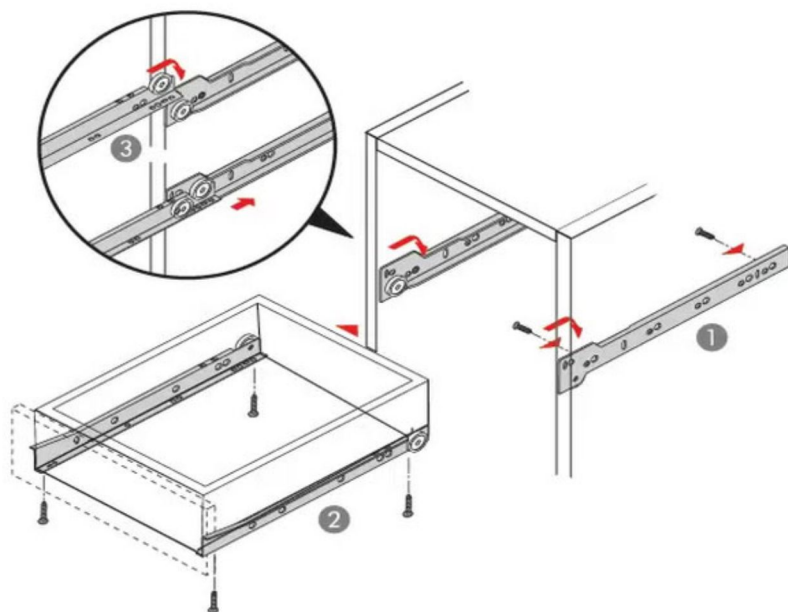

Рис.3
- 1) С помощью евровинтов собираем ящики, как показано на рисунке (2). Слегка притянув фасад к фальшпанели ручкой (г) и саморезами (и), выровнять его и закрепить саморезами 4х30 (и).
- 3) Роликовые направляющие крепим снизу саморезами 3,5х16 (з). Ролики должны быть сзади ящика (рис. 3).